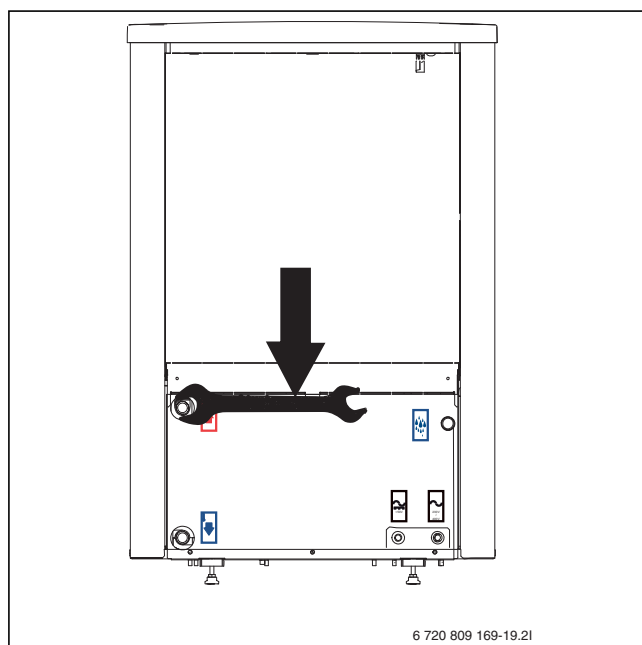

Bild 15 Anslutningar värmepump. åtdragning.
- ▶ Dra åt anslutningarna för värmebärarrören med 120 Nm åtdragningsmoment. Rikta kraften nedåt enligt Bild 15 för att undvika belastning i sidled på kondensorn.